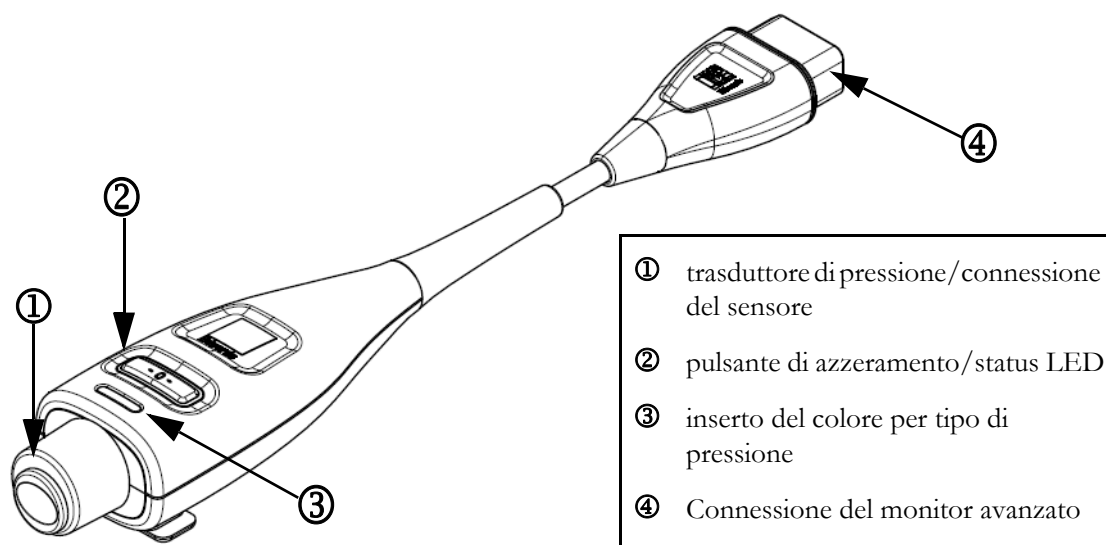

Figura 10-1 Cavo di pressione HemoSphere
Il cavo di pressione HemoSphere è un dispositivo riutilizzabile connesso a un'estremità ④ al monitor HemoSphere e all'altra estremità ① a qualsiasi singolo trasduttore di pressione monouso (DPT) o sensore Edwards approvato. Vedere la figura 10-1 a pagina 138. Il cavo di pressione HemoSphere acquisisce e processa un singolo segnale di pressione emesso da un DPT compatibile, come il DPT TruWave o un sensore FloTrac. Un sensore FloTrac o FloTrac IQ/Acumen IQ viene collegato ad un catetere arterioso preesistente per fornire i parametri emodinamici in modo minimamente invasivo. Un trasduttore TruWave può collegarsi ad ogni catetere per il monitoraggio della pressione compatibile per fornire la pressione intravascolare localizzata. Fare riferimento alle istruzioni per l'uso fornite con ogni catetere per le indicazioni specifiche sul posizionamento e sull'uso del catetere e per avvisi, segnalazioni di attenzione e note al riguardo. Il cavo di pressione HemoSphere può essere monitorato attraverso due modalità di monitoraggio tecnologia in base al sensore/trasduttore associato: la modalità di monitoraggio con sensore **FloTrac** o **FloTrac IQ/Acumen IQ** o la modalità di monitoraggio con catetere **Swan-Ganz**. La modalità di monitoraggio appare nella barra delle informazioni (vedere figura 5-19 a pagina 86). L'aspetto e i punti di connessione dei cavi di pressione HemoSphere sono mostrati nell' figura 10-1.
Inserto del colore per tipo di pressione. Se si desidera, si può utilizzare l'inserto del colore appropriato sul cavo di pressione per indicare il tipo di pressione monitorata. Vedere ③ in figura 10-1 di seguito. I colori sono i seguenti:
- Rosso per la pressione arteriosa (AP)
- Verde per la gittata cardiaca (CO)
- 7 Utilizzare un movimento in linea retta verso l'interno o l'esterno per collegare il cavo verde del sensore FloTrac innescato. Il LED del cavo di pressione che circonda il pulsante di azzeramento (vedere ② nella figura 10-1) lampeggia in verde per indicare che il sensore di pressione è stato rilevato. Una luce gialla indica una condizione di errore. Se si verifica questa condizione, fare riferimento alla barra di stato per i dettagli della specifica condizione di errore.
Premere il pulsante fisico zero  Direttamente sul cavo di pressione (vedere figura 10-1).